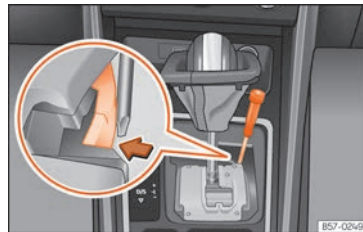

Abb. 156 Wählhebel: Notentriegeln aus der Parkstellung.
- Drücken Sie seitlich mit Hilfe der flachen Seite des Schraubendrehers auf die gelbe Taste und halten Sie sie gedrückt **»»** **Abb. 156**.